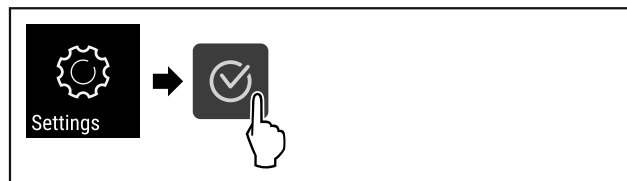

Fig. 53
- Végezze el a gyakorlati lépéseket (lásd Fig. 53) .